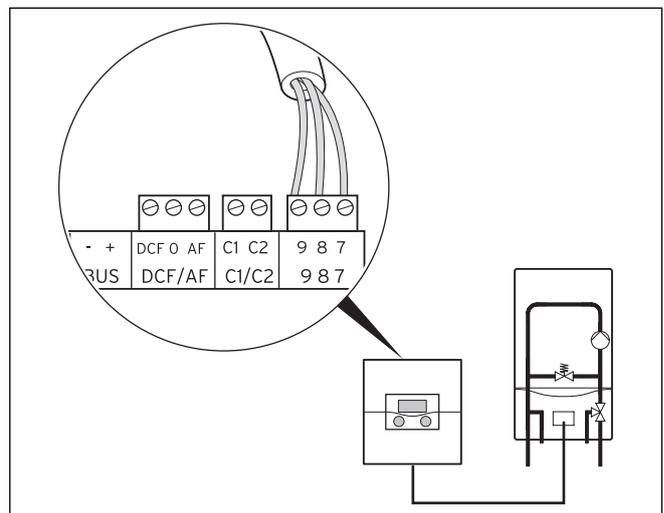

Fig. 5.1 Collegamento dell'apparecchio di riscaldamento
- Effettuare il cablaggio della caldaia con il cavo di collegamento (min. 3x0,75 mm²) (→ fig. 5.1).